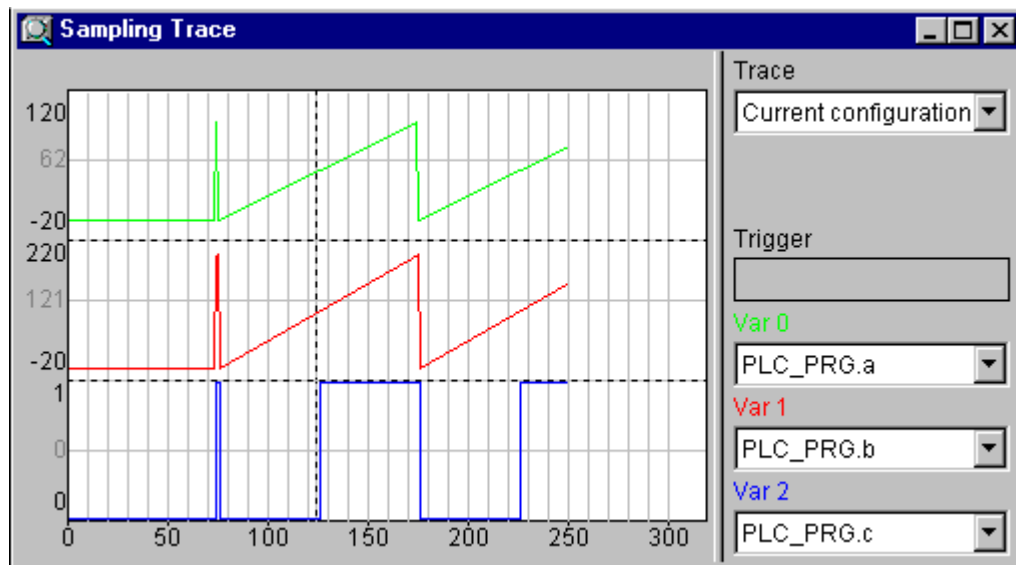

Рисунок 4.14 – Окно трассировки
- Для задачи, выполняемой по событию – указание события (см. рисунок 4.14, в) – по нажатию кнопки у правого края поля открывается окно «Ассистент ввода», в котором можно выбрать требуемую переменную
«Цифровая трассировка» (Sampling Trace) позволяет отображать последовательные значения переменных, записанные периодически, с возможной привязкой к событию, заданному так называемым триггером трассировки (см. рисунок 4.14). Цифровая трассировка обладает способностью трассировать до 20 переменных одновременно. Для каждой переменной сохраняются 500 последних значений.